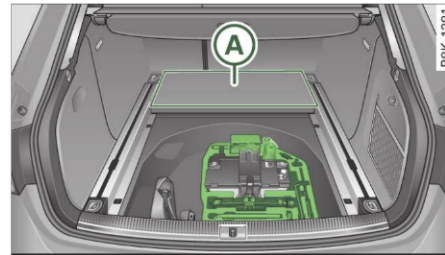

Fig. 236 Portbagajul: Trusa de scule, trusa de reparații anvelope și cricul
La unele variante de echipare, trusa de scule este amplasată direct sub podeaua de încărcare (A) ⇒ fig. 236 chiar în spatele banchetei din spate.